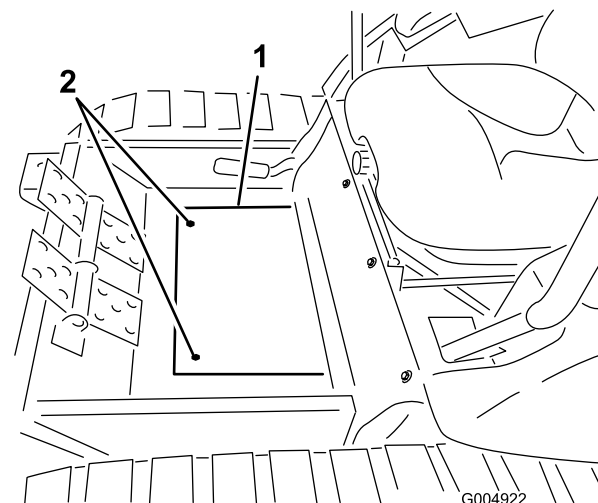

Figura 44
6. Retire los 2 tornillos que sujetan la cubierta de la chapa de suelo al suelo, y retire la chapa (Figura 44).